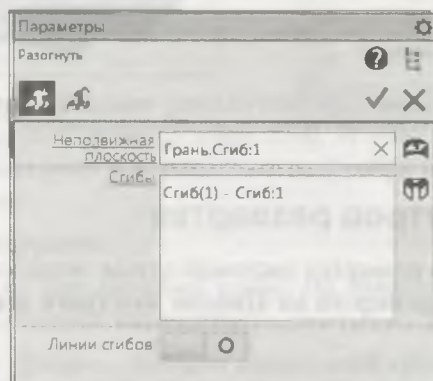

Рис. 29.25. Панель Параметры: Разогнуть
- ◆ вызовите команду **Разогнуть**. На панели **Параметры: Разогнуть** (рис. 29.25) в заголовке присутствует команда **Согнуть** и элементы ввода для разгибания. Обратите внимание на переключатель **Линии сгибов**. С его помощью осуществляется включение/выключение создания линий сгибов. По умолчанию переключатель стоит в положении **Отключено**. Поставьте переключатель в положение **1** (включено). При необходимости линии сгиба могут участвовать в операциях так же, как другие прямолинейные объекты. Например, их можно использовать при простановке размеров;